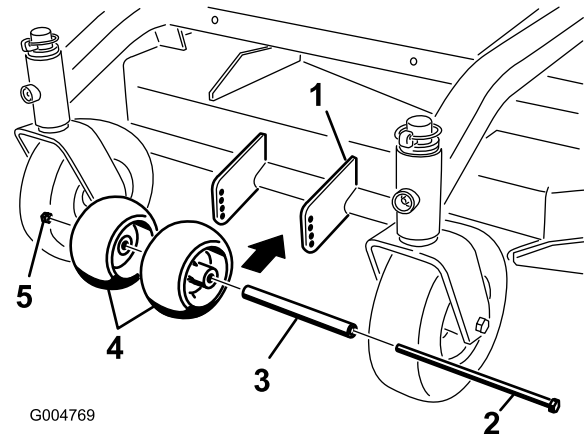

Bild 14
1. Prüfen Sie nach dem Einstellen der Schnitthöhe, dass die Antiskalpierrollen eine Bodenfreiheit von mindestens 10 mm haben (Bild 14).
2. Sollte eine Einstellung erforderlich sein, entfernen Sie die Schraube, Scheiben und die Mutter (Bild 14).
3. Wählen Sie eine passende Lochposition, sodass die Antiskalpierrollen eine Bodenfreiheit von mindestens 10 mm haben (Bild 14).
4. Setzen Sie die Schraube und Mutter ein (Bild 14).